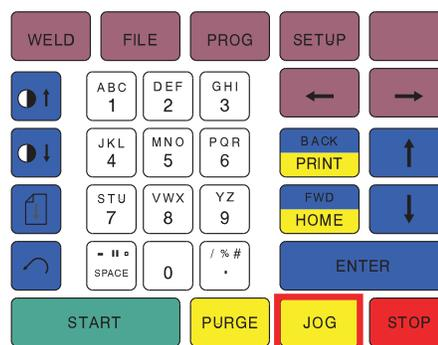
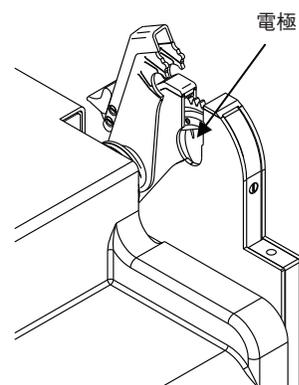

図 14：操作パネルの「JOG (ジョグ)」を押す
図 15：ローターを回転させて、電極を着脱可能な位置に移動させる
5. ウェルド・ヘッドを開いた状態で操作パネルの「JOG (ジョグ)」(図 14 参照) を押して、タングステン電極を図 15 の位置に移動させます。